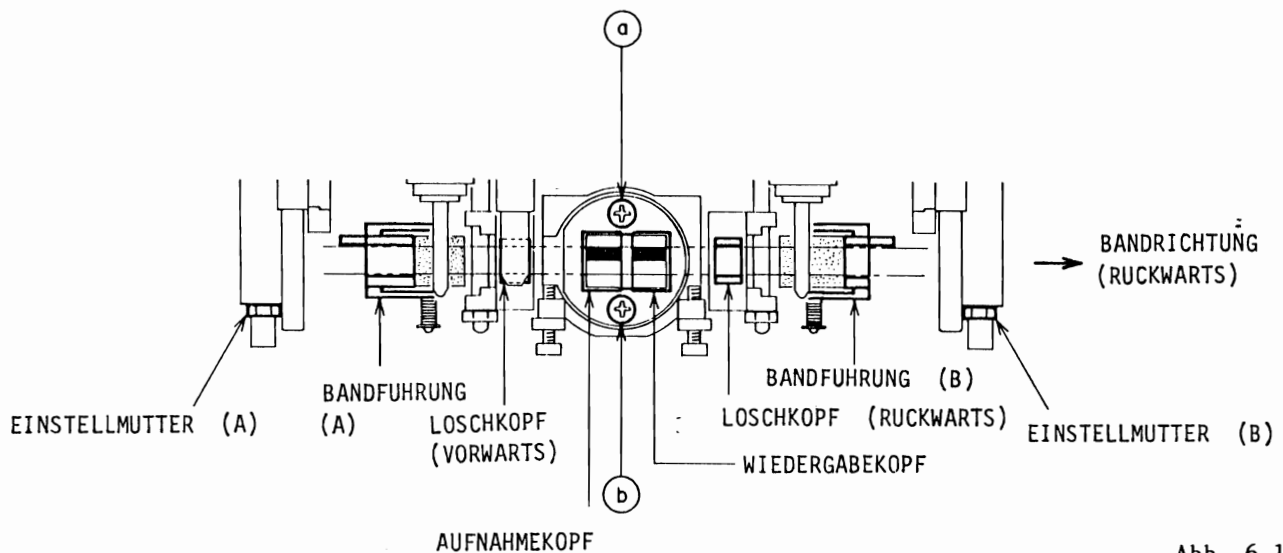

Abb. 6-1
6-1 EINSTELLUNG DER BANDFÜHRUNGSHÖHE (Siehe Abb. 6-1 und 6-2)
(Siehe Abb. 6-1 und 6-2)
- 5) Ist ein Austausch des Kopfes erforderlich, löst man nur die Schrauben **g** und **h** in Abb. 6-1.